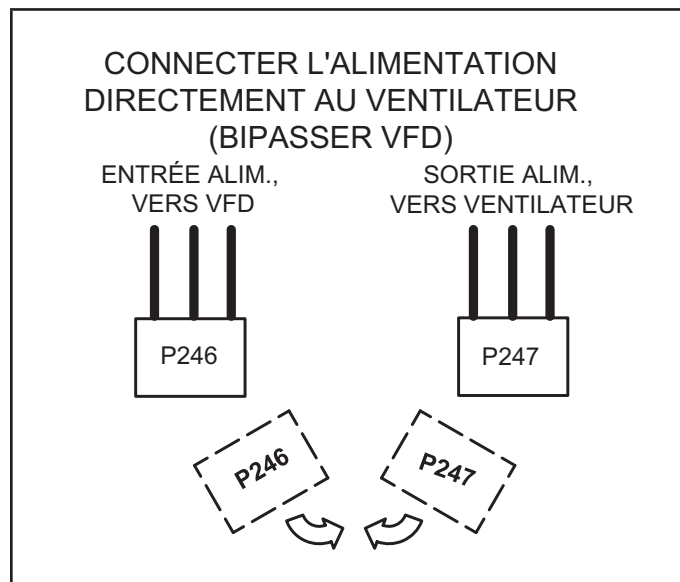

FIGURE 42
- 4 - Connectez P246 sur P247. Reportez-vous à la FIGURE 42.